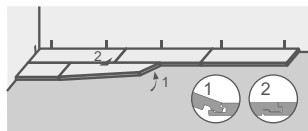
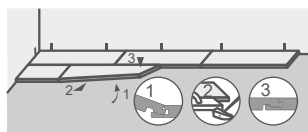

Рисунок 12
Рисунок 13
- 11.10.3 Зацепления продольного замка с предыдущим рядом осуществляется с правой стороны примерно на 2/3 длины планки (см. Рисунок 12). Для того чтобы завершить укладку, необходимо приподнять планки укладываемого ряда со стороны торцевого замка и лёгким постукиванием рукой и/или подбивочным бруском по продольной стороне сдвинуть планку до полного зацепления с предыдущим рядом (см. Рисунок 13).